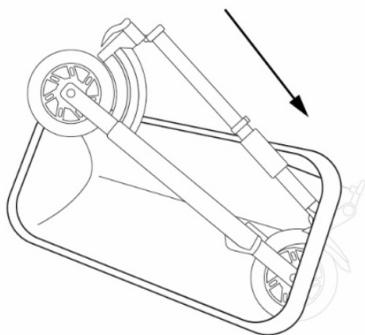

Figura 50 - Inserimento nel baule
1. Inserire inizialmente la ruota anteriore nel baule (**Vedere Figura 50 - Inserimento nel baule**);